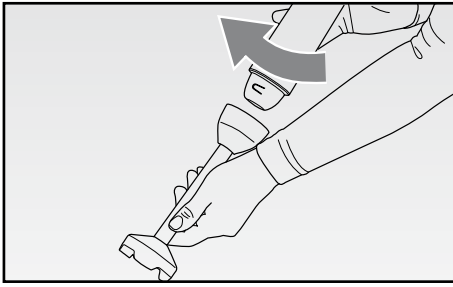

Fig. 2
- Montare il corpo motore (D) sul gambo (G): accostare le due parti, allineando il simbolo "lucchetto aperto" presente sul gambo con la freccia sul corpo motore e ruotare il corpo motore in senso orario fino ad udire lo scatto di avvenuto bloccaggio (Fig. 2).
- Il frullatore a immersione (G) è un apparecchio utile per la preparazione di salse, minestre, maionesi e frappè.
- Montare il corpo motore (D) sulla frusta a filo (H): accostare le due parti, allineando il simbolo "lucchetto aperto" presente sulla frusta con la freccia sul corpo motore e ruotare il corpo motore in senso orario fino ad udire lo scatto di avvenuto bloccaggio (Fig. 2).
- La frusta (H) serve per montare panna ed albumi e per impasti morbidi.